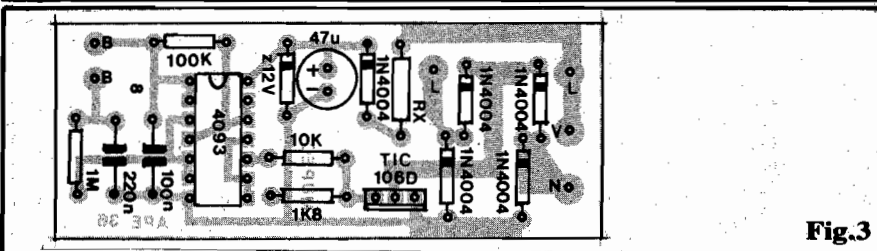

Fig.3
- FIG. 3 - "CHAPEADO" DA MONTAGEM - Como sempre, o "nó da questão" situa-se no correto posicionamento dos componentes **polarizados**, cujo "sentido" de conexão e ligação ao circuito jamais pode ser invertido, sob pena de não funcionamento geral e de danos ao próprio componente... Nessa categoria se inscrevem: o Integrado (extremidade marcada voltada para a posição do resistor de 100K), o SCR (face metalizada virada para a borda inferior da placa), todos os diodos (inclusive o **zener**), com as suas "faixas" indicadoras de **catodo** voltadas para a face superior (na figura) da placa e o capacitor eletrolítico ( **positivo** "apontando" para a borda superior do Impresso, na figura). Quanto aos componentes não polarizados, observar o valor de "RX" em função da Tensão da rede (ver LISTA DE PEÇAS e TEXTO) e cuidado para não "trocar" as posições dos demais, em função dos seus valores... O mesmo cuidado vale para os dois capacitores de poliéster. Todas as soldagens devem ser feitas com atenção e cuidado, evitando-se a ocorrência de "falhas", falta de solda ou excesso desta, que podem promover "corrimentos" e "curtos" indevidos... Os terminais dos componentes